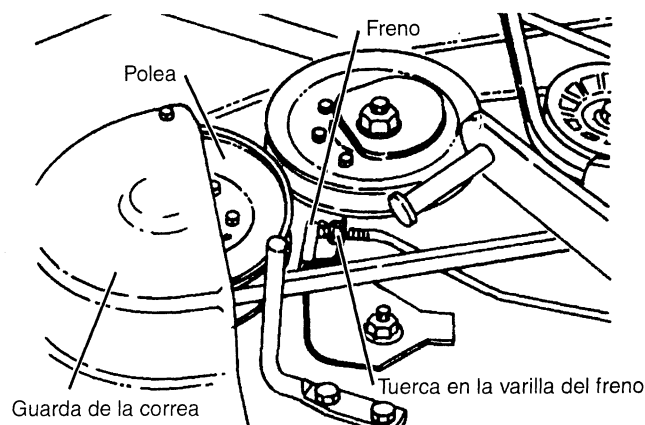

FIGURA 36
- Mida la distancia entre la superficie del freno y la de frenaje de la polea. (vea la Figura 36)